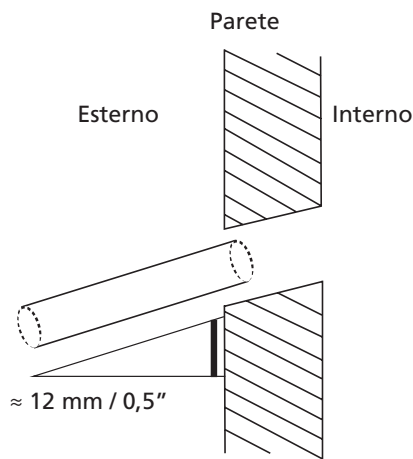

Fig. 6.5
- Realizzare il foro nella parete usando una punta da 65 mm (2,5"). Il foro dovrà avere una leggera inclinazione, in modo che l'estremità esterna sia più in basso di quella interna di circa 12 mm (0,5"). Questo faciliterà lo scarico dell'acqua (Fig. 6.5). Inserire nel muro il manicotto protettivo, che proteggerà i bordi del foro e migliorerà la tenuta al termine dell'installazione.